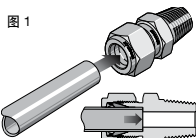

图 1
1. 把卡套管完全插入接头内并顶住肩部；用手将螺母拧紧。图 1。